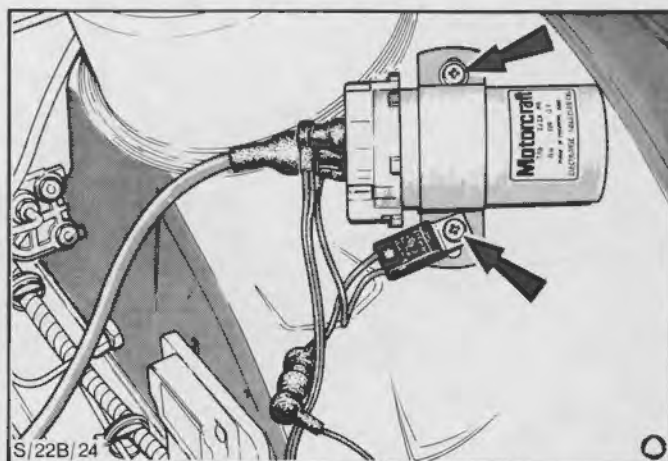

Fig. 39. Tændspolens monteringskræfter (standard OHC variant vist - alle varianter har spolen fastgjort på samme måde)
2. Afmonter høj- og lavspændingsledningerne ved spolen. Afmonter to skruer og tag tændspolen med holdebøjle af, Fig. 39.